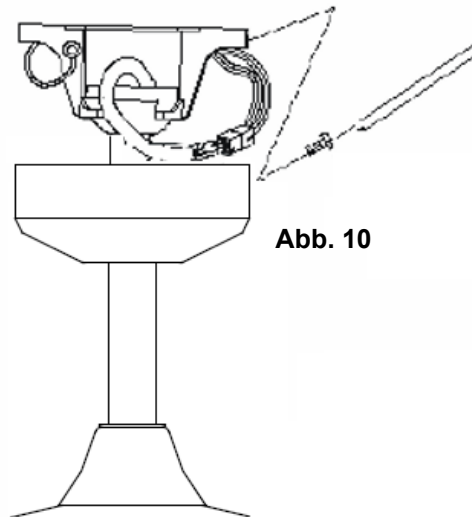

Abb. 10
- Bringen Sie die Konsole über der Halterung an. Achten Sie darauf, dass alle Elektrokabel unter der Konsole verlegt sind und dass bei diesem Schritt keine Kabel eingeklemmt werden. Schrauben Sie die Konsole mit den beiliegenden Schrauben an der Aufhängung an. (Abb. 10)